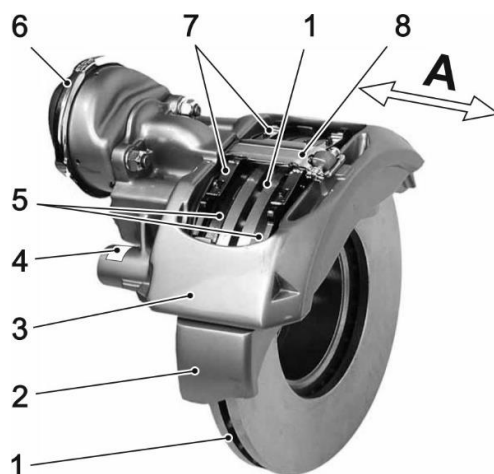
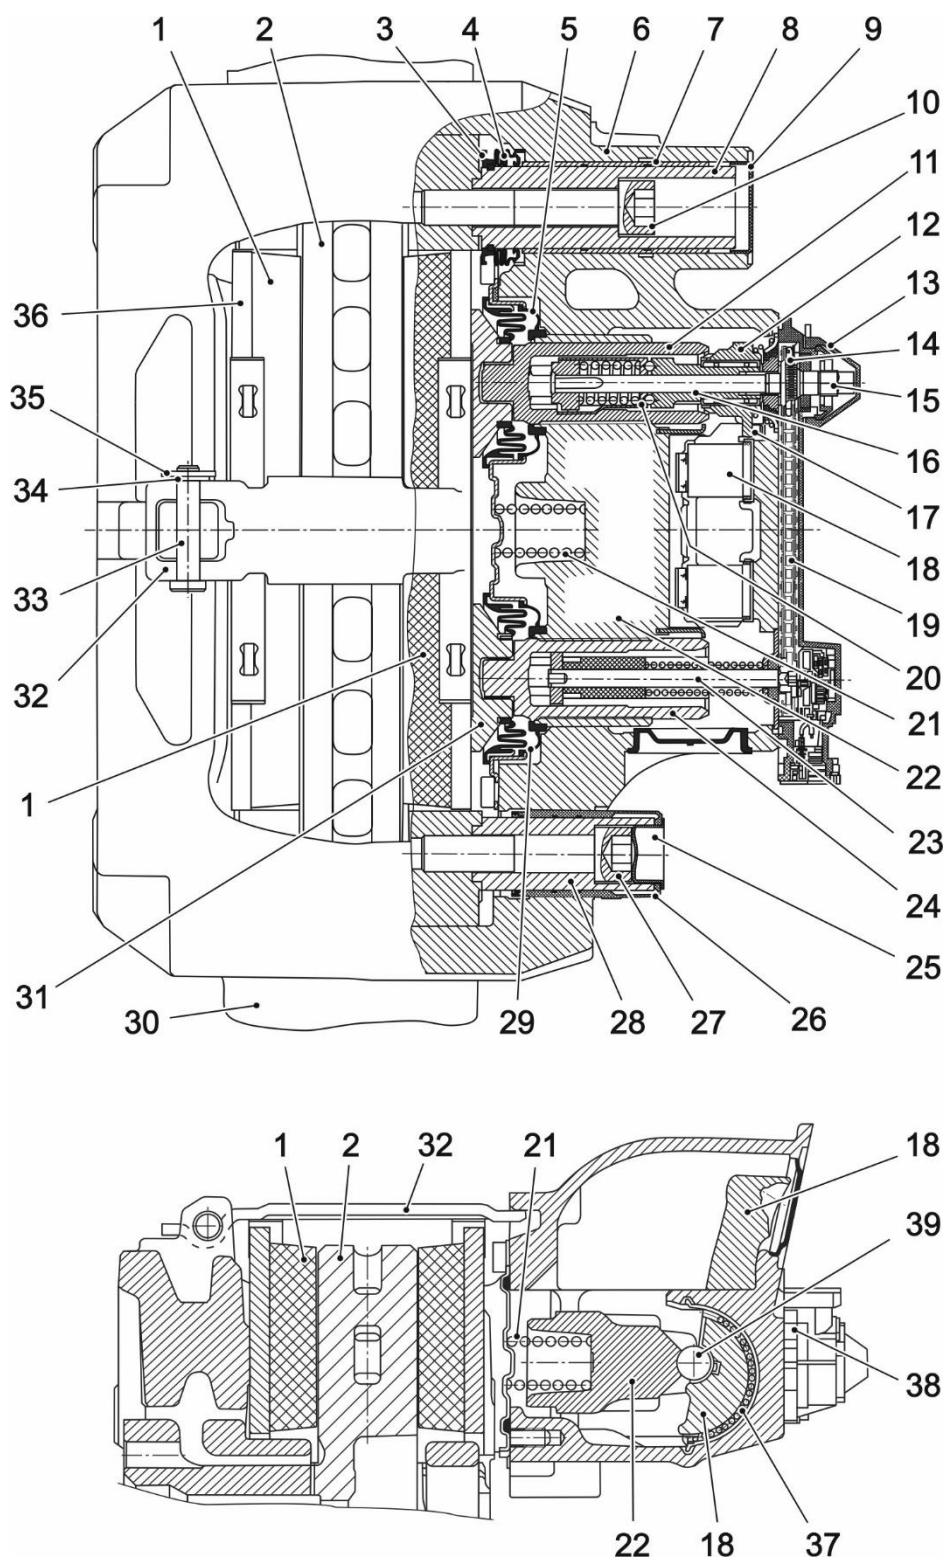

Рис. 12.1 Передний тормозной механизм
**Рис. 12.2 Тормозной механизм**
В случае заказа запасных частей для тормозного механизма рекомендуется использовать данные с идентификационной заводской таблички 4 (рис.12.1).
При подаче в тормозную камеру 6 (рис. 12.1) сжатого воздуха её шток давит на рычаг 18 (рис. 12.2), который, поворачиваясь на подшипнике 37 вокруг эксцентрично расположенной оси 39, через толкатель 22, резьбовые втулки 11 и упоры 31 перемещает тормозную колодку 36 до упора её фрикционной накладки 1 в тормозной диск 2. После чего начнёт перемещаться подвижная скоба 6 (см. также поз. 3 на рис. 12.1) вместе с тормозной камерой по направляющим втулкам 8 (рис. 12.2) до упора накладки тормозной колодки в обратную сторону тормозного диска. В результате тормозные колодки зажмут тормозной диск с двух сторон с одинаковым усилием.
При включении стояночной тормозной системы происходит, в зависимости от конечного положения рычага управления, частичный или полный сброс давления воздуха из камеры Б через вывод 12. В результате силовая пружина 3 разжимается и перемещает поршень 8, диафрагму 4, диск 7, шток 6 и рычаг привода дискового тормоза 18 (см. рис. 12.2).
2. Походящим инструментом отжать внутреннюю тормозную колодку от упоров 31 (рис. 12.2) и замерить зазор между основанием тормозной колодки и упорами. Зазор должен находиться в пределах от 0,6 мм до 1,1 мм. Если зазор больше или меньше указанного, это может свидетельствовать о неправильной работе механизма автоматической регулировки зазора и его следует проверить, как описано ниже.